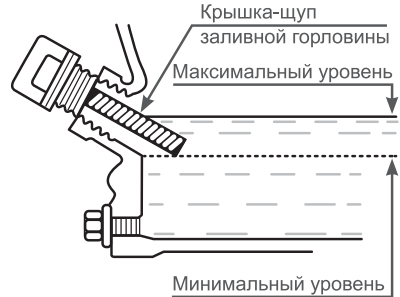

Рис. 4 Уровень масла в картере
3. Аккуратно вытащите щуп и осмотрите его. Уровень масла должен соответствовать верхней отметке на щупе. При недостаточном уровне масла в картере (Рис. 4) необходимо долить чистое масло до верхней отметки на щупе (что соответствует нижней кромке заливного отверстия).
Максимальный уровень масла в картере соответствует нижней кромке маслозаливной горловины (Рис. 4).